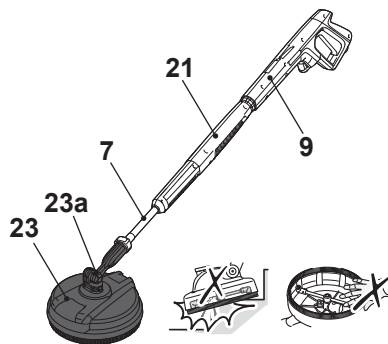

Fig. 12
4. Ajuste firmemente a lança de extensão curta (21) girando a luva (21b) sentido horário (etapa 3).
5. Alinhe e insira as linguetas (7a) da lança de extensão (7) nas ranhuras da porta de conexão da lança de extensão curta (21) (etapa 4).
6. Fixe com segurança a lança de extensão (7) girando-a no sentido horário para travá-la no lugar (passo 5). Certifique-se de que a seta da lança de extensão curta se alinha com a seta da lança de extensão.
7. Prenda a escova para pátio (23) na lança extensora (7) (Fig.12).